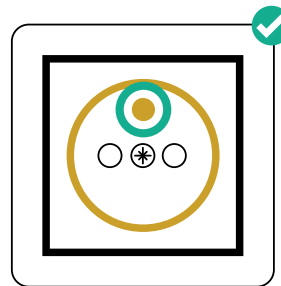
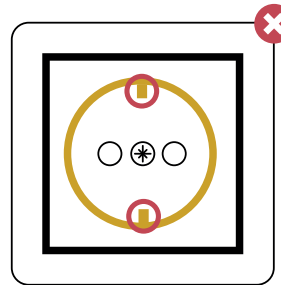

fig. 1
fig. 2
- Alle stopcontacten zijn voorzien van een aangesloten penaarnding *zie fig. 1* (randaarding is verboden in België *zie fig. 2*) en zijn van het kindveilige type, zodat metalen voorwerpen – zoals een ijzerdraadje – niet in het stopcontact gestoken kunnen worden.